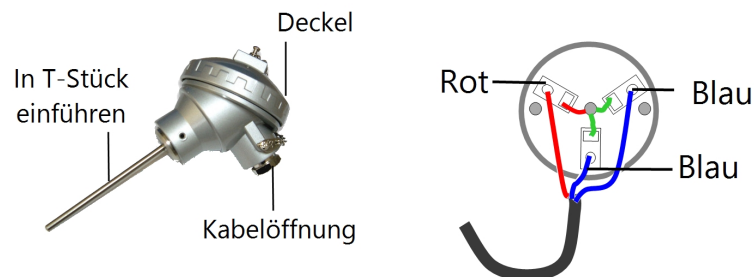

Abbildung 4: Sensoranschlüsse
4. Schließen Sie das Sensorkabel an den Sensor an Siehe *Abbildung 4*: